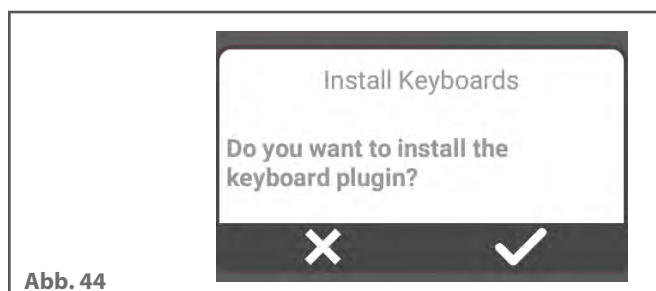

Abb. 44
- 3 ▶ **Abb. 44** dann wird eine weitere Meldung angezeigt, die zur Bestätigung der Installation der Tastatur.